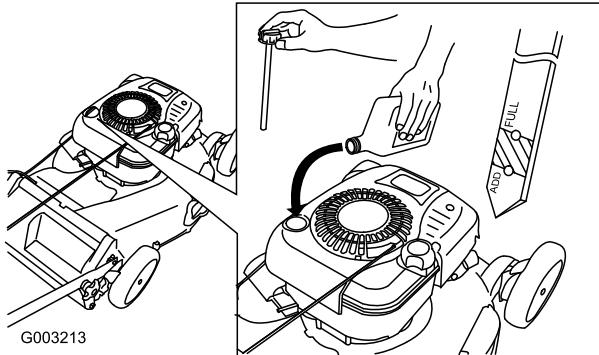

Figura 13
1. Retire la varilla, límpielo, y vuelva a colocarlo (Figura 13).
2. Retire la varilla y compruebe el nivel de aceite (Figura 13). Si el nivel de aceite está por debajo de la marca **Add** de la varilla, vierta lentamente aceite en el tubo de llenado hasta que el nivel llegue a la marca Full de la varilla. **No llene demasiado.** (Capacidad máxima: 0,77 l, tipo: SAE 30W, aceite detergente con clasificación de servicio API SF, SG, SH, SJ, SL o superior.)